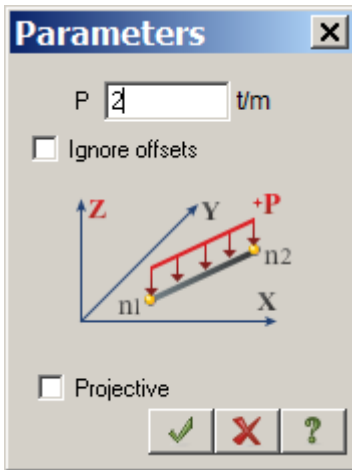

Figure 3.19 Load parameters dialog box
- ⇒ In the **Load parameters** dialog box specify $P = 2.0 \text{ t/m}$ (see Fig.3.19).